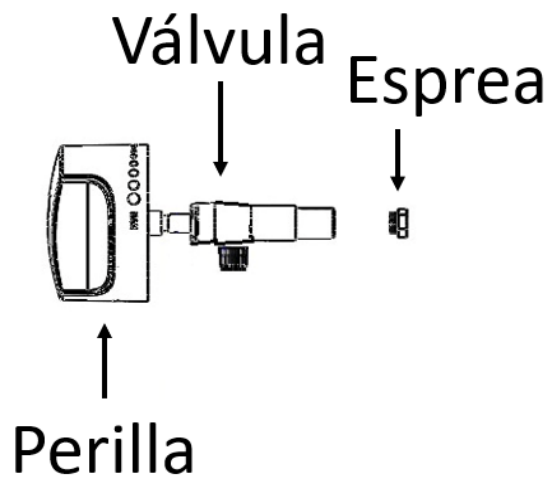

Fig. 2
2. Ubique la esprea al final de la válvula y desenrosque la esprea para retirarla, coloque la esprea para el gas deseado y apriete con una llave (Fig. 2).